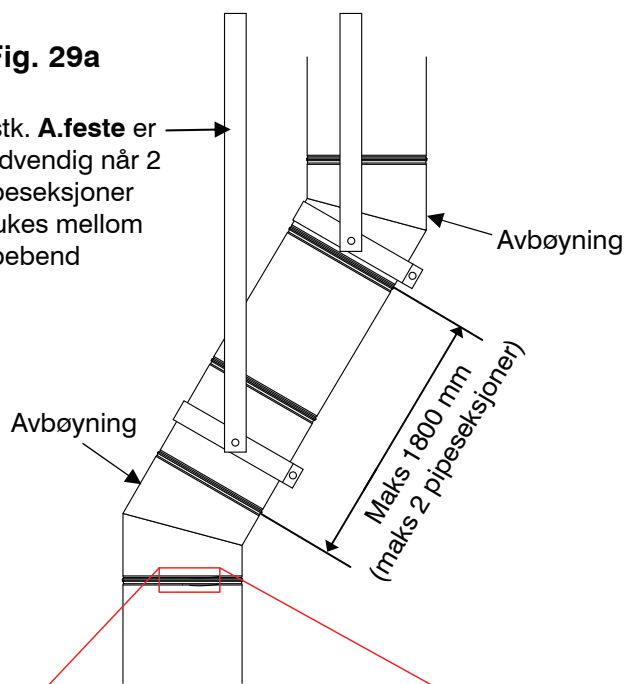

Fig. 29b
**Montering.** Sett sammen avbøyningene på samme måte som selve pipen ved å vri med klokken. Hver skjot mellom pipedel og avbøyning må forsterkes med klemringer. Se fig. 29b